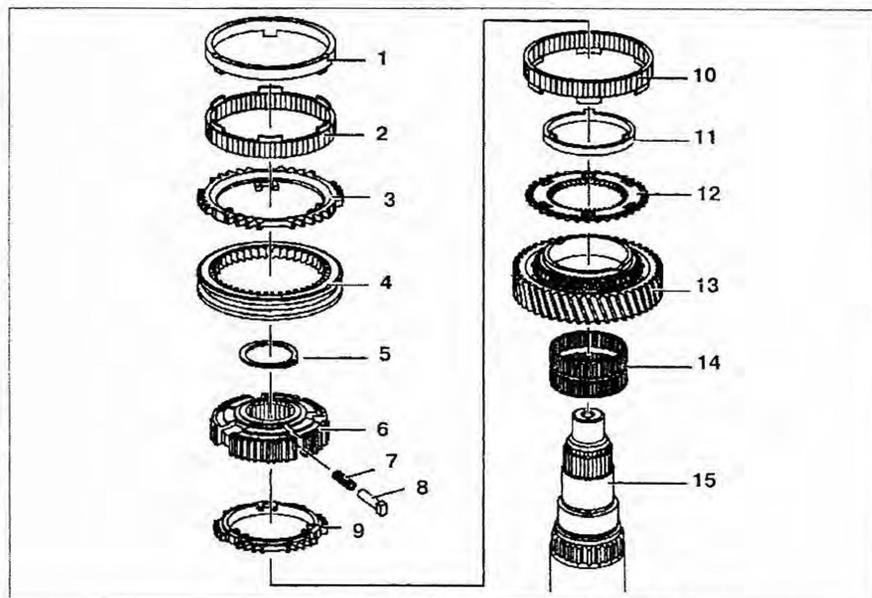

Рис. 4.73. Снятие и установка шестерни 3-й передачи:
1. Снимите внутренне кольцо 1, кольцо 2 и наружное конусное кольцо 2 синхронизатора 4-й передачи (рис. 4.73).